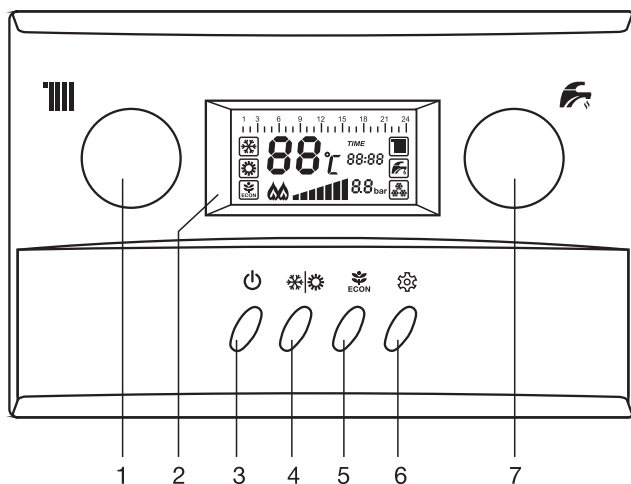

Рис. 5
**3.9. Вид панели управления модели с жидкокристаллическим дисплеем (рис. 5, табл.2)**